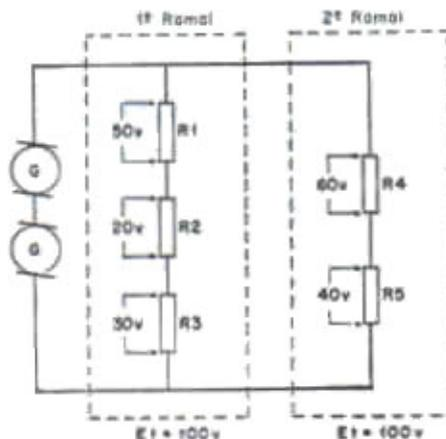

Fig. 34
2.^a — Em um circuito fechado a soma das quedas de tensão nas resistências é igual à soma das tensões aplicadas no circuito (Fig. 34).